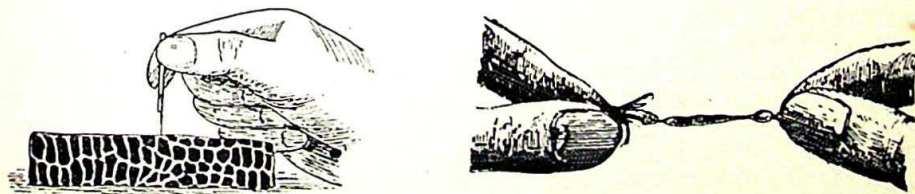

Bild 204: Links: Fadenziehende Faulbrutmasse. Rechts: Die Nosemaprobe **)
a) Die Faulbrut. Sie ist die schlimmste Bienenkrankheit, und jeder Imker sollte gleich nach dem Beginn seiner Tätigkeit Gelegenheit nehmen, sich mit dem Wesen dieser Krankheit bekannt zu machen. Die Wissenschaft unterscheidet die bösertige (Brutpest, *Bacillus larvae*) und die gutartige Faulbrut. Erstere ist am besten an der gedeckelten Brut zu erkennen. Aus verseuchtem Futter, aus verseuchten Stöcken unachtsamer Imker, kommt durch Räuberei leicht ein Spaltpilz in das Brutfutter noch nicht gedeckelter Brutzellen. Diese Zelle wird von den Bienen noch verdeckelt; aber der Bazillus zerstört die Puppe. Es entsteht eine bräunliche, formlose Masse, die schwach riecht. Wenn man in eine solche Zelle mit einem Streichholz hineinfährt, so ist die Masse fadenziehend (Bild 204). Sie trocknet mit der Zeit ein, und wir finden unten in der Zelle eine schorfige Kruste. Wenn man auf einer Wabe im Spätsommer einige verdeckelte Zellen findet, deren Insassen nicht ausschlüpfen wollen, so betrachte man sich den Zelloberdeckel sehr aufmerksam. Er hat sich gewöhnlich gesenkt, ist tiefdunkel und weist kleine Löcher auf, als wären sie von den Bienen hineingebissen, um nachzuschauen, warum hier die jungen Bienen nicht herausschlüpfen wollen.